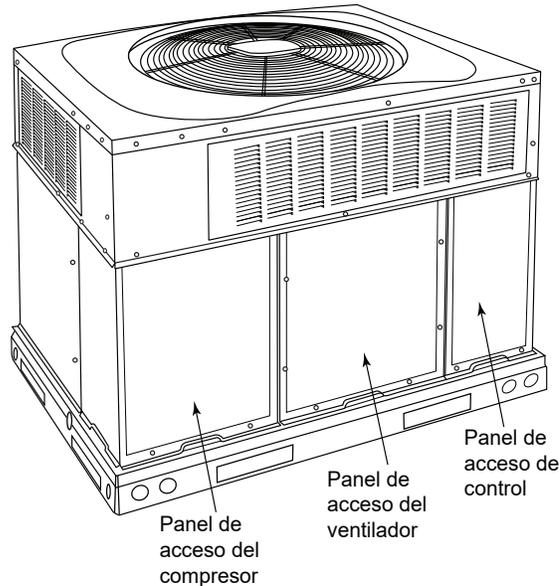

Fig. 25: Paneles de acceso de la unidad
- a. Quite el panel de acceso del ventilador (consulte la Fig. 25).
- g. Vuelva a instalar el panel de acceso del ventilador (consulte la Fig. 25).
Quite el panel de acceso del ventilador (consulte la Fig. 25). Los interruptores limitadores se encuentran en la partición del soplador.
Quite los paneles de acceso (consulte la Fig. 25) para localizar todos los controles eléctricos y el cableado. Compruebe que todas las conexiones eléctricas estén apretadas. Apriete todas las conexiones con tornillos. Si se observan conexiones ahumadas o quemadas, desarme la conexión, limpie todas las piezas, vuelva a pelar el extremo del cable y vuelva a montar la conexión de forma correcta y segura.